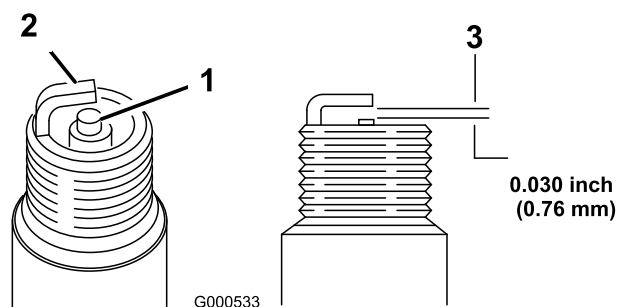

Figura 38
1. Controllate il centro della candela (Figura 38). Se l'isolatore è marrone chiaro o grigio, il motore funziona correttamente. Una patina nera sull'isolatore significa in genere che il filtro dell'aria è sporco.
2. Controllate la distanza tra gli elettrodi centrale e laterale (Figura 38). Piegare l'elettrodo laterale (Figura 38) se la distanza non è corretta.